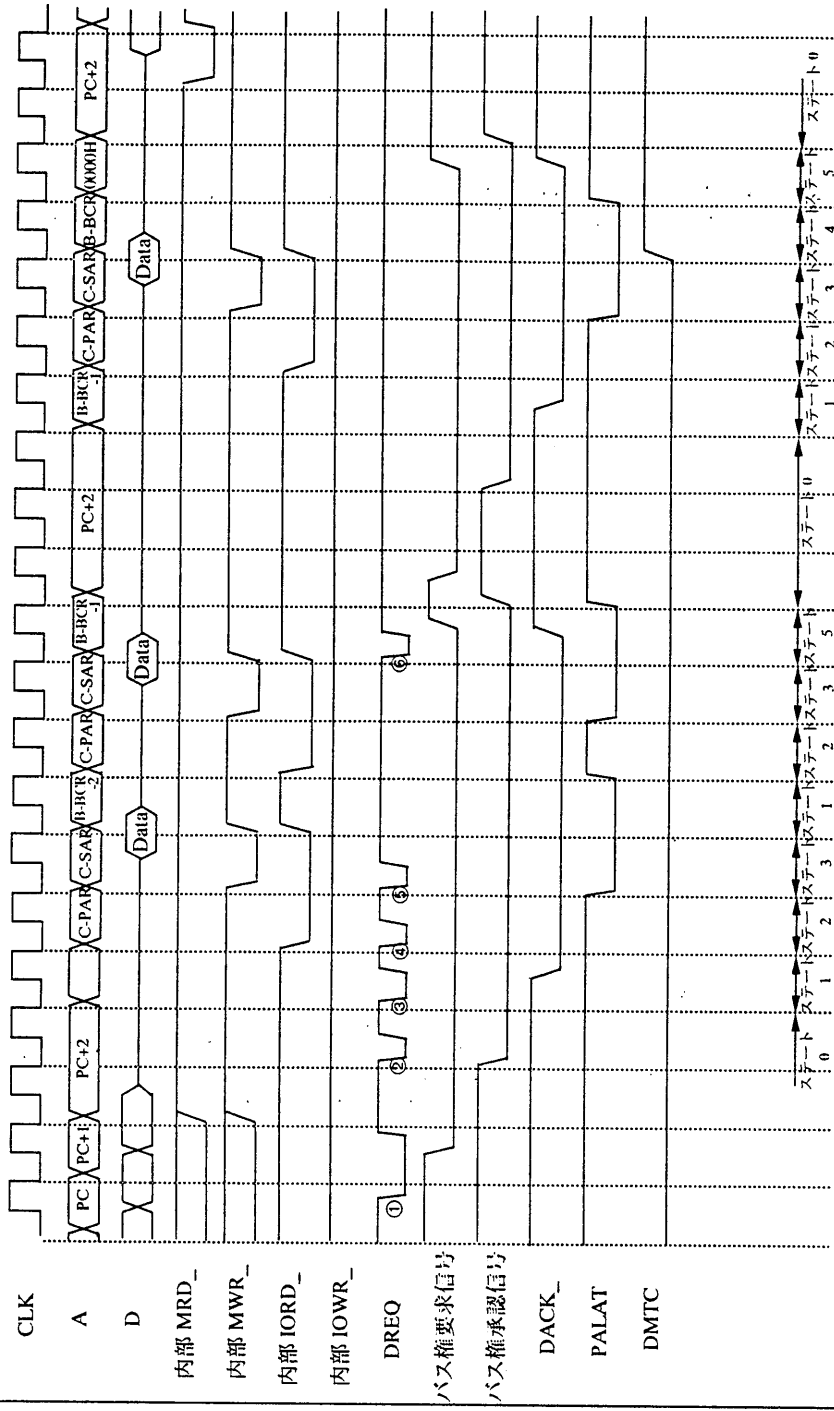

図 7-4 I/O → メモリ転送 (シングル転送モード、DREQ 極性 “↓エッジ”)
ここからの説明は図7-4~図7-6を合わせて御覧下さい。また、これらの図や以下の説明では、メモリアクセス信号やI/Oアクセス信号はMRD\_, MWR\_, IORD\_、
まずステート0の期間でかつそれまでにDREQの有効エッジがなかった場合、DREQ(図7-4のDREQエッジ①)は受け付けられ、DMA動作が開始されます。
ステート0の期間でかつ既にDREQの有効エッジがあった場合(図7-4のDREQエッジ②)、またはステート1の期間にDREQの有効エッジがあった場合(図7-4のDREQエッジ③)、またはステート2の期間にDREQの有効エッジがあった場合(図7-4のDREQエッジ④)、そのDREQは受け付けられません(記憶されません)。
ステート3でDREQの有効エッジがあった場合(図7-4のDREQエッジ⑤)、シングル転送モードながら連続して次の転送動作を行ないます。
ステート5でDREQの有効エッジがあった場合(図7-4のDREQエッジ⑥)、一旦KP27はバスを解放しますが
その1システムクロック後にすぐバス権を要求するため、CPUが命令の実行を行なわないうちにバス権はKP27に移り、KP27は再びDMA動作を開始します(図7-4参照)。
もアサートします。こうしてI/Oリードされたデータを直接メモリに書き込み、1バイト転送します（図7-4参照。この図ではDREQのエッジのタイミングとDMA転送実行の様子も合わせて説明しています。シングル転送モードの項参照）。